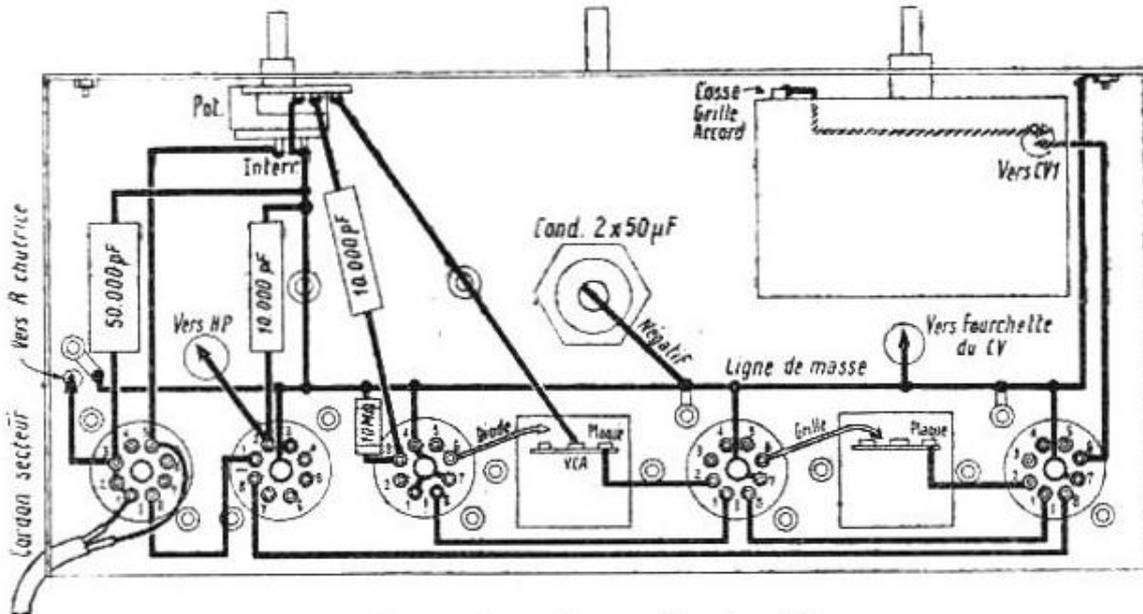

FIG. 22. — Premier stade de câblage
**Premier stade du câblage** (à effectuer en se reportant à la **figure 22**).